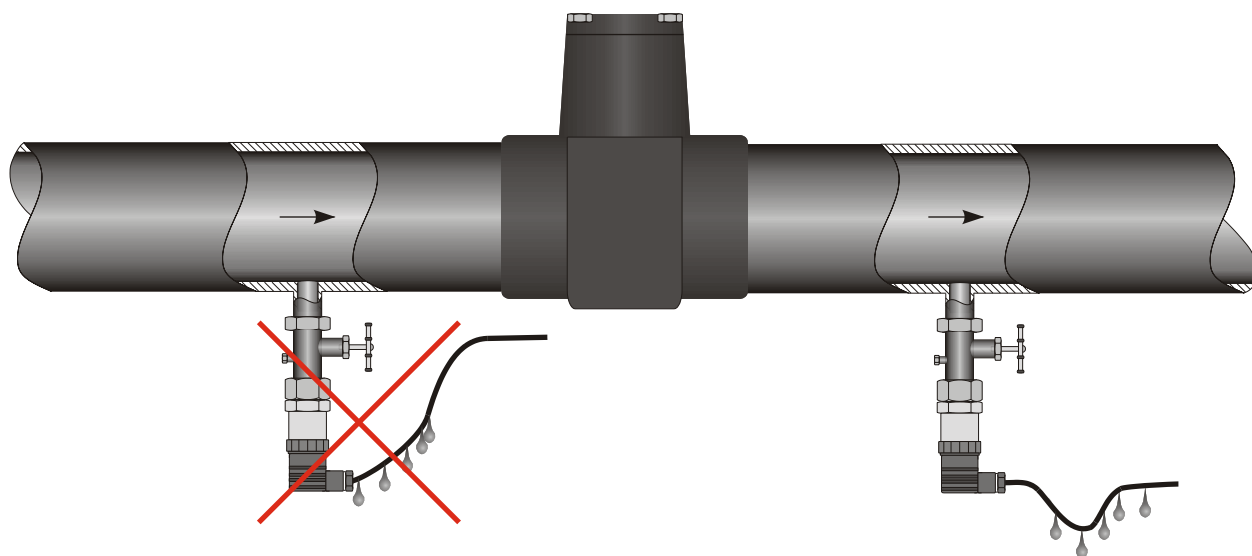

Рисунок 4.
2.3.4. Отборные устройства для установки датчиков желательно монтировать на прямолинейных участках, на максимально возможном удалении от насосов, запорных устройств, колен, компенсаторов и других гидравлических устройств. Особенно не рекомендуется устанавливать датчик перед запорным устройством, если измеряемая среда – жидкость (см рис. 4). При наличии в системе гидроударов, рекомендуется применять датчик в комплекте с демпфером гидроударов.